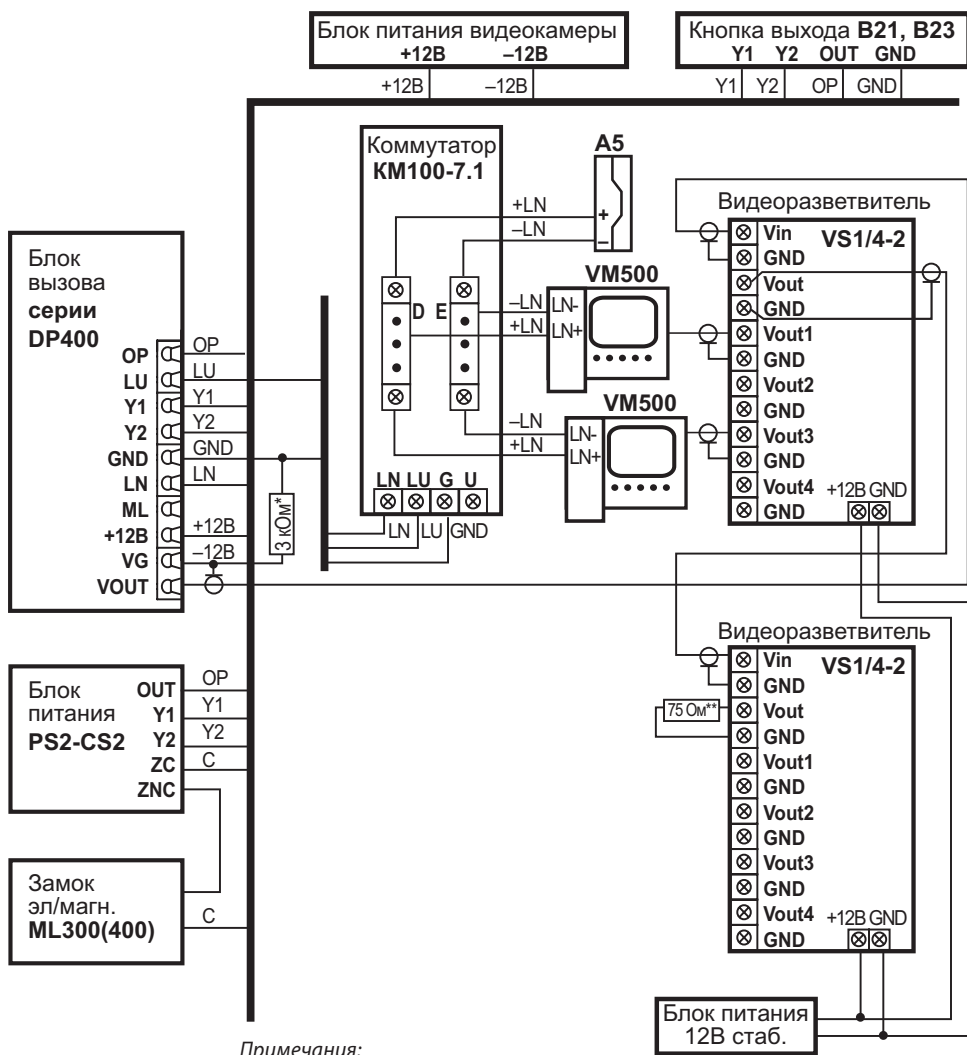

Рис.4 Пример схемы подключения БВ серии DP400 в составе домофонного комплекса
**С коммутатором ПА** соединяются согласно приведенным монтажным схемам (*рис.2 и рис.4*) по двум десятипроводным шинам, проложенным в стояке.
Электромагнитный замок подключается к БП и к БВ согласно схемам (*рис.2 и рис.4*).